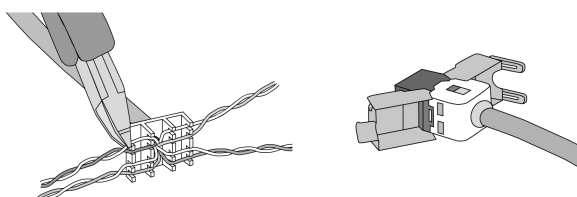

рисунок 5: Подключение адаптерного штекера к проводу Ethernet
- Подсоедините провод сети Ethernet к переходному штекселю для сети Ethernet. Для этого снимите оболочку с жил кабеля Ethernet, не изолируйте их и вложите в крышку переходного штекселя. Обрежьте выступающие жилы кабеля и в правильном положении надвиньте крышку на переходный штексель (рисунок 5).
- Подсоедините прилагаемый кабель-переходник сети Ethernet к клемме (11) и переходному штекселю.